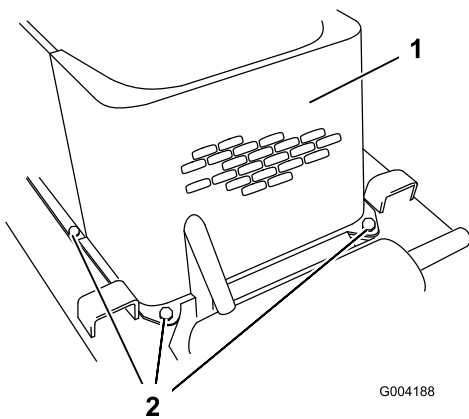

Figura 21
5. Retire los 4 pernos que sujetan la rejilla delantera al bastidor de la unidad de tracción (Figura 21).